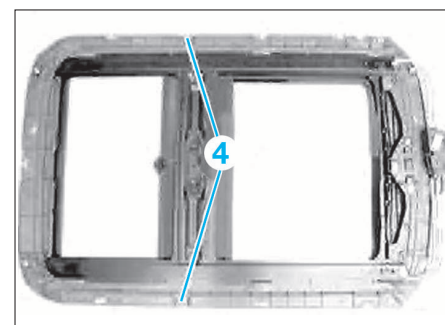

FIG. 45
- Déposer les boulons (4) (Fig.45).